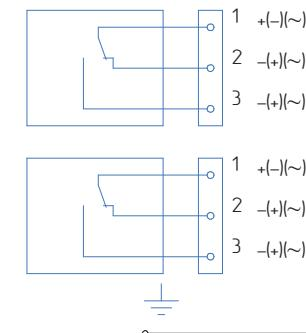

Рис.3
7.6. Подключить выключатель в соответствии со схемой подключения (Рис.3). Для подключения необходимо: